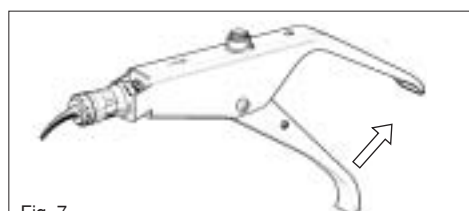

Fig. 7
b) Premere due volte la leva per innescare la capsula. Premere lentamente la leva una terza volta per controllare che il cemento fuoriesca dall'ugello. Posizionare l'ugello della capsula nel restauro o nella cavità dentale preparata e premere lentamente una quarta volta per estrarre uniformemente il cemento (Fig. 7). Evitare di premere l'applicatore con troppa forza.
b) Dar 2 golpes con la palanca para cebar (preparar) la cápsula. Dar el tercer golpe despacio para controlar si el cemento está saliendo de la boquilla. Poner la boquilla de la cápsula, directamente, en la restauración o en la cavidad preparada del diente y dar el cuarto, golpe, lentamente, para que salga el cemento (Fig. 7). Hay que evitar poner mucha fuerza en el aplicador.
b) Knijp de hendel 2 tot 3 keer in tot het cementmengsel in de tip zichtbaar wordt. Plaats de tip in de preparatie en knijp de hendel langzaam verder in, zodat het cementmengsel gelijkmatig in de caviteit stroomt (Fig. 7). Druk de hendel van de applicatie tang niet te krachtig in om blokkeren te voorkomen.